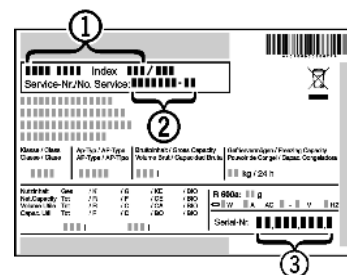

Fig. 23
- ▶ Apparaataanduiding Fig. 23 (1), service-nr. Fig. 23 (2) en serie-nr. Fig. 23 (3) van het typeplaatje aflezen. Het typeplaatje bevindt zich aan de linkerkant binnen in het apparaat.
- ▶ Contact opnemen met de Technische Dienst en het probleem, apparaataanduiding Fig. 23 (1), service-nr. Fig. 23 (2) en serie-nr. Fig. 23 (3) mededelen.